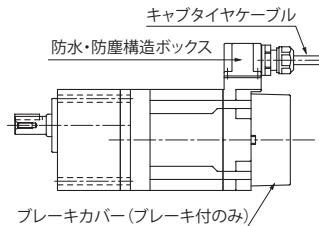

図 6-1
- **40~90W防水形モータの場合**、防水・防塵構造ボックス(図6-1参照)のフタは絶対にあけないでください。防水・防塵効果が失われ、感電、損傷、火災のおそれがあります。